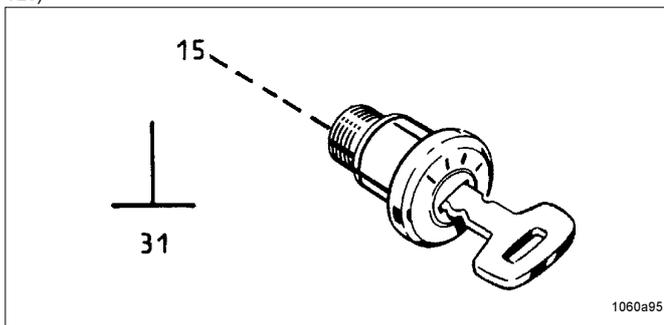
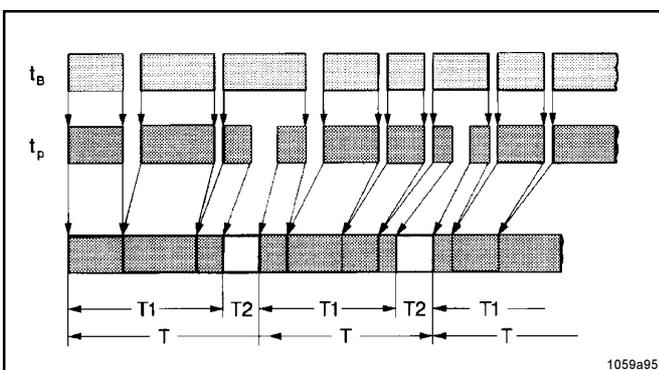

Fig. 3 : - Commutateur d'allumage-démarrage
Fig. 6: Diagramme des temps
- La plaquette de circuits imprimés commande le déroulement automatique du temps de travail et du temps de pause de la pompe de graissage centralisé 203 en fonction des heures de marche ou de service t_B (Fig. 6) du véhicule ou de la machine.
- Un cycle de graissage comprend un temps de pause et un temps de travail. Après expiration du temps de pause, le temps de travail démarre. Ce cycle se répète constamment après que le véhicule ait été mis en marche ou la machine mise en service. Voir Fig. 6.
- Lorsque le contact de la machine ou l'interrupteur d'allumage est mis hors circuit, les temps de pause qui sont déjà écoulés sont mémorisés et additionnés (voir T1, Fig. 3) jusqu'à ce que la durée réglée sur le commutateur rotatif bleu soit atteinte. Voir Fig. 6.